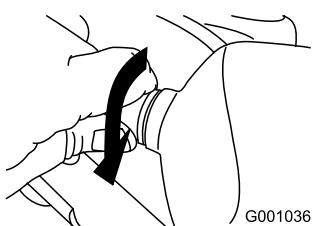

Figure 66
- Tournez l'embase de l'ampoule dans le sens horaire jusqu'à ce qu'elle soit bien vissée (Figure 66).